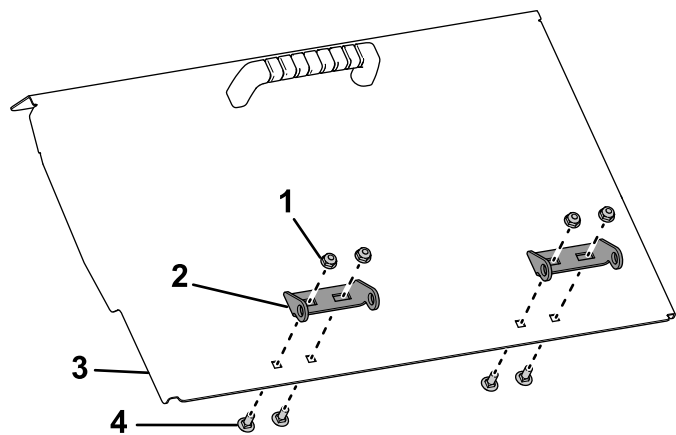

図 7
6. ホッパーのドアに蝶番を仮止めする付属のキャリッジボルト $\frac{1}{4} \times \frac{5}{8}$ "とロックナットを使用する【図 7】。ドアの蝶番をマシンの蝶番に合わせ、本締めする。